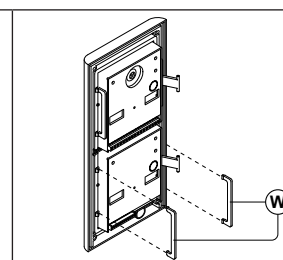

Fig. 11
Inserire i fermi anti-effrazione (W) come mostrato in **Fig. 11**.